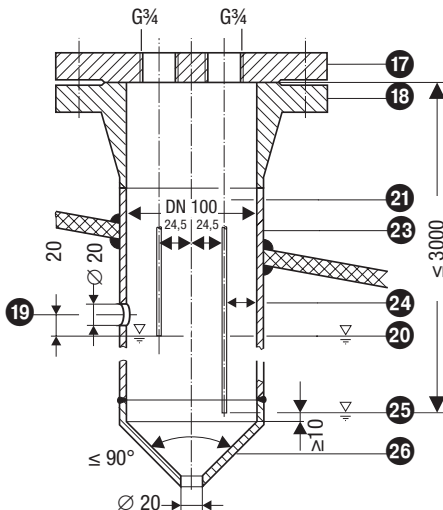

Fig. 17 Schutzrohr (bauseitig) bei Einsatz als innenliegender Wasserstandbegrenzer kombiniert mit Wasserstandsregelung oder Niedrigwasserstandssicherung
- Eine Niveauelektrode NRG 1...-50 kann mit einer GESTRA-Niveauelektrode, einem Niveauschalter oder-transmitter für die Wasserstandregelung oder Niedrigwasserstandssicherung in ein gemeinsames Schutzrohr bzw. Messgefäß (Innendurchmesser 100 mm) eingebaut werden. **Fig. 17.** Dabei muss bei innenliegendem Einbau die NRG 1...-50 von der oberen Ausgleichsbohrung mindestens 40 mm entfernt sein.